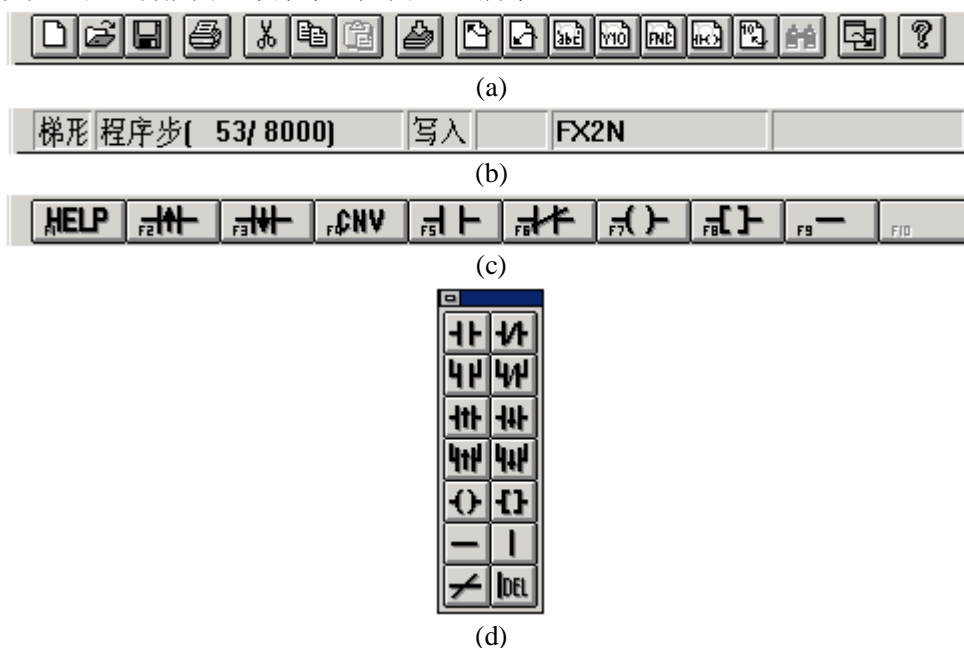

图 1-64 “视图”菜单界面
(1) 按以上步骤选择梯形图编程语言。选择“视图”菜单下的“工具栏”，“状态栏”，“功能键”和“功能图”子菜单，如图 1-64 所示。